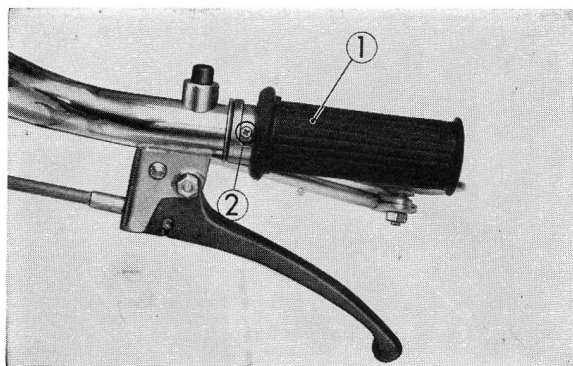

Figure 1-30: ① poignée tournante ② vis
- (1) S'il existe un jeu excessif dans le sens de la longueur de la poignée, tourner à fond celle-ci dans le sens des aiguilles d'une montre et vérifier si la vis n'est pas desserrée (figure 1-30).